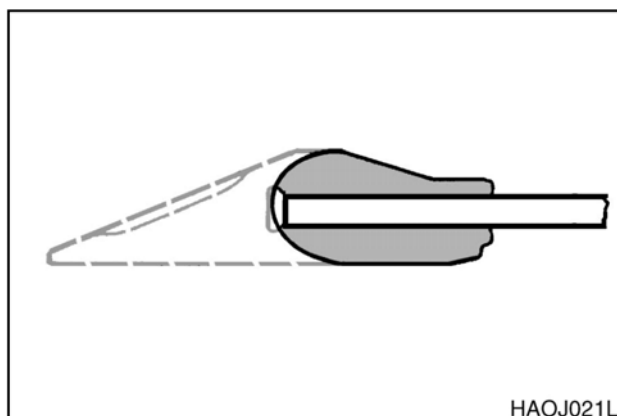

Рис. 20
2. Не следует допускать, чтобы сменные зубья ковша стирались до такой степени, чтобы открывались адаптеры. (рис. 20)